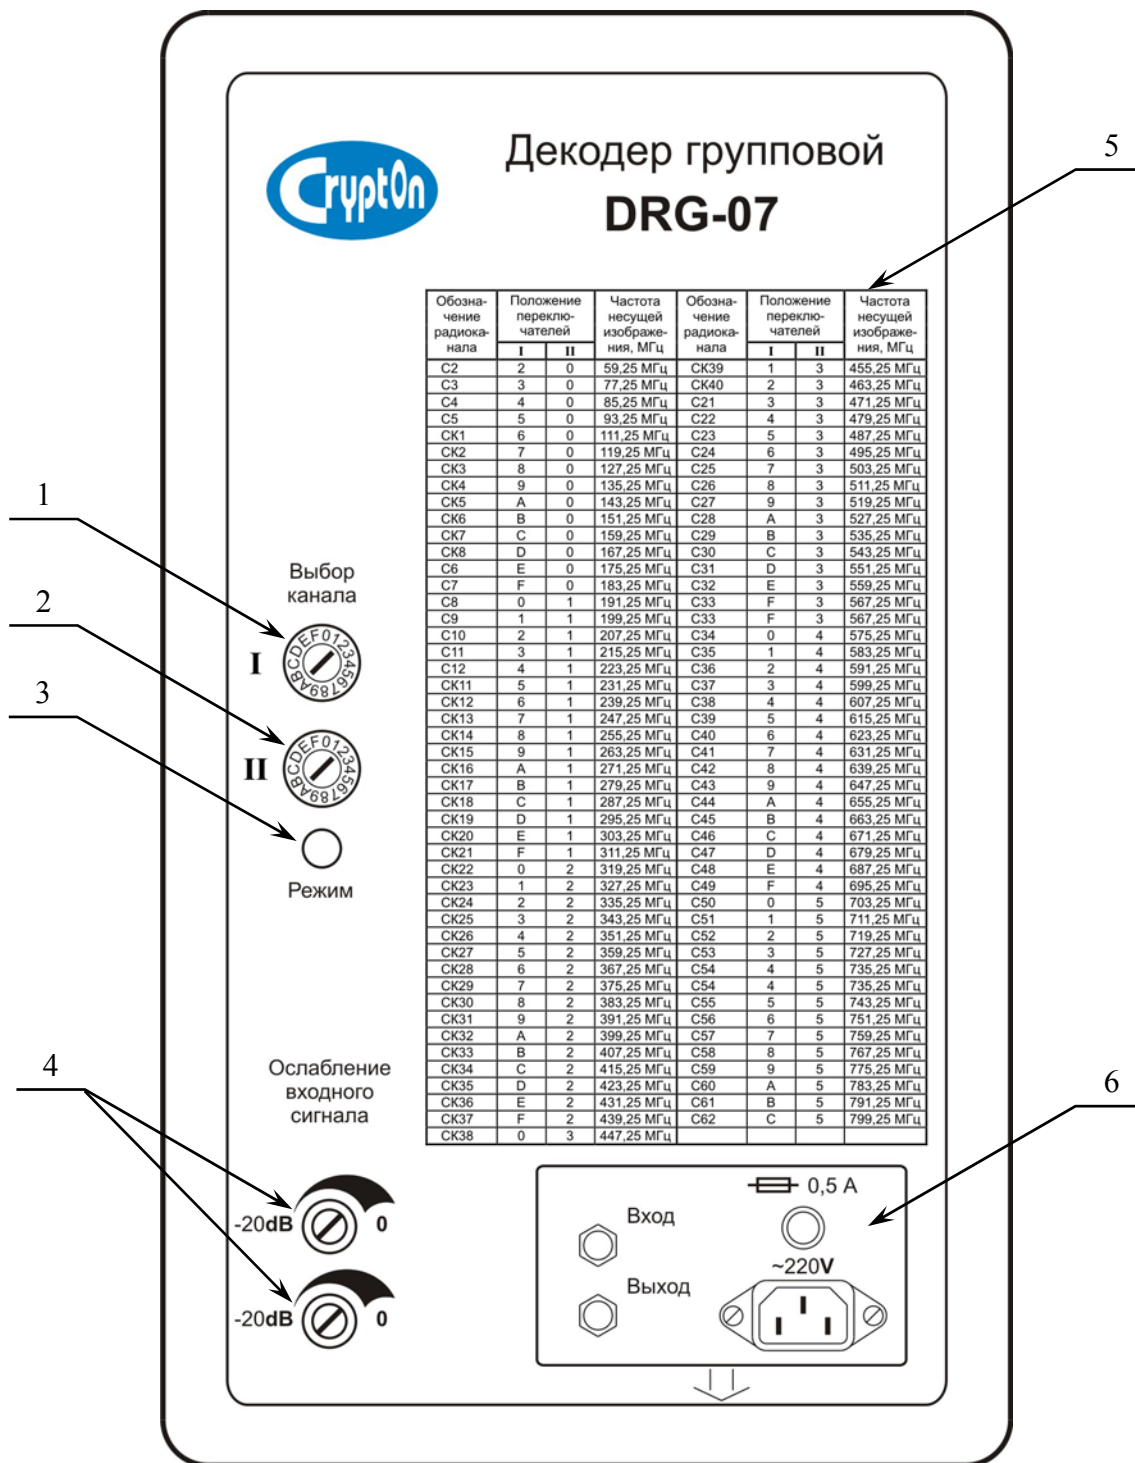

Рисунок 2 – Внешний вид декодера
2.2.2.5 В случае, если сигнал с источника имеет уровень  $> 80$  дБ, то необходимо понизить уровень входного сигнала путем регулировки аттенуаторов 4 (рисунок 2). При регулировке контролировать уровень входного сигнала можно на выходе декодера.